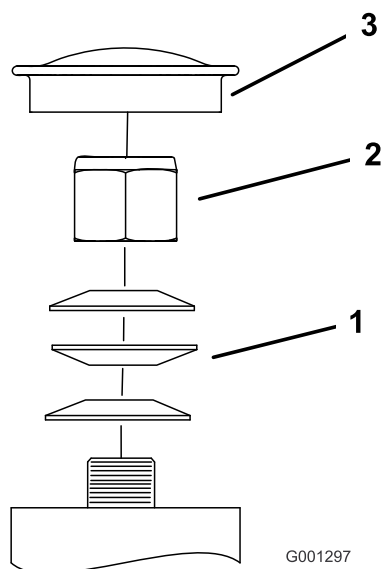

Figura 79
3. Retire el tapón guardapolvo de la rueda giratoria y apriete la contratuerca (Figura 79).
4. Apriete la contratuerca hasta que las arandelas de muelle estén planas, luego afloje la contratuerca ¼ de vuelta para establecer la pre-carga correcta de los cojinetes (Figura 79).
Importante: Asegúrese de que las arandelas de muelle están correctamente instaladas, según se muestra en la Figura 79.
5. Coloque el tapón guardapolvo (Figura 79).